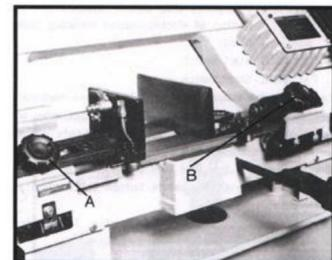

Fig. 8
2. Afloje la perilla (A. Fig. 8) y el perno (B).